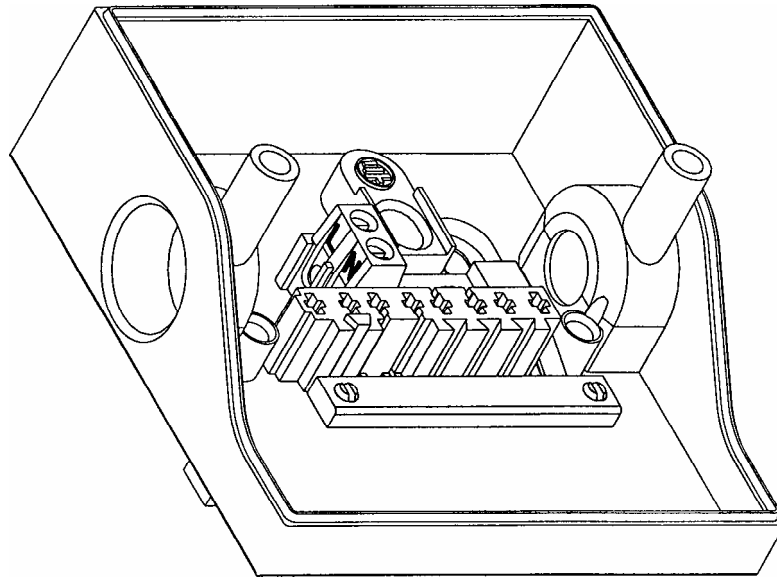

Рис. 6
- Выполните подключение, как показано на рис. 6: